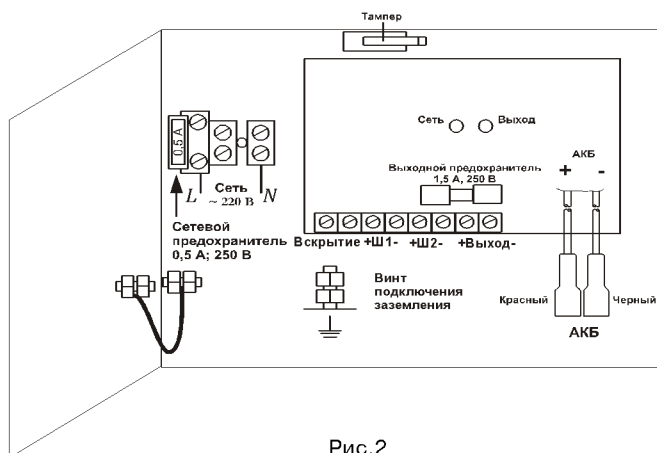

Рис.2
- устанавливать вместо предохранителей (вставок плавких) перемычки или предохранители не соответствующие указанным на схеме (рис.2) номиналам;